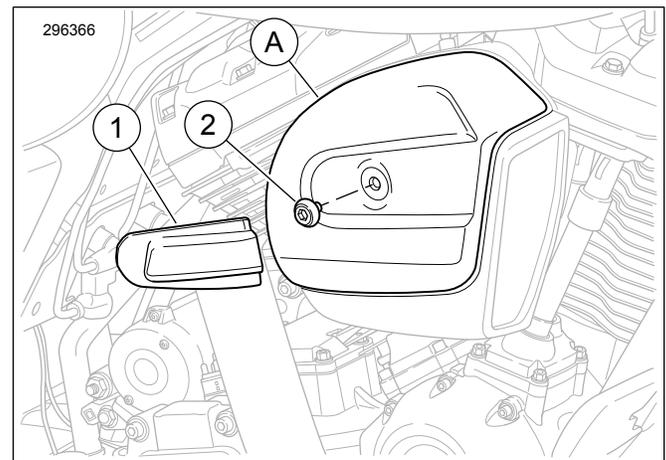

Figure 1. Médaillon de filtre à air Screamin Eagle
Voir Figure 1 et Tableau 1.
1. Voir Figure 1 et Tableau 1. Retirer le couvercle de filtre à air (A).